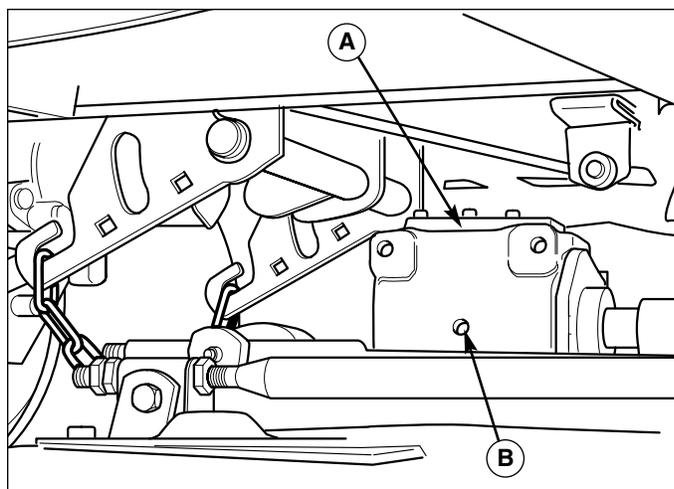

Figure 18. Emplacement du bouchon de remplissage du renvoi d'angle
1. Retirer les bouchons du dessus et du côté de la boîte (voir la figure 18).